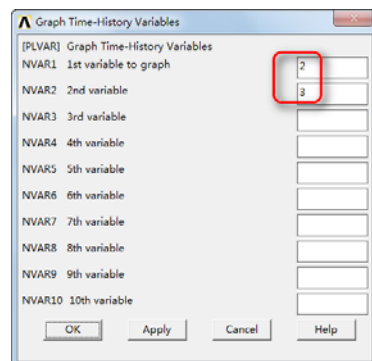
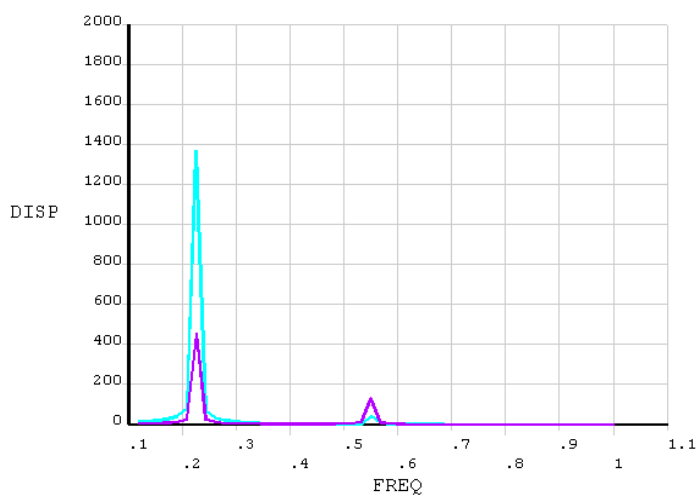

图 14-43 绘制变量时程图对话框
图 14-44 变量时程图显示
⑨绘制变量图: Main Menu > TimeHist PostPro > Graph Variables, 弹出“Graph Time-History Variables”对话框, 如图 14-43 所示。在“NVAR1”后面输入 2, 在“NVAR2”后面输入 3, 单击“OK”按钮, 屏幕显示如图 14-44 所示。